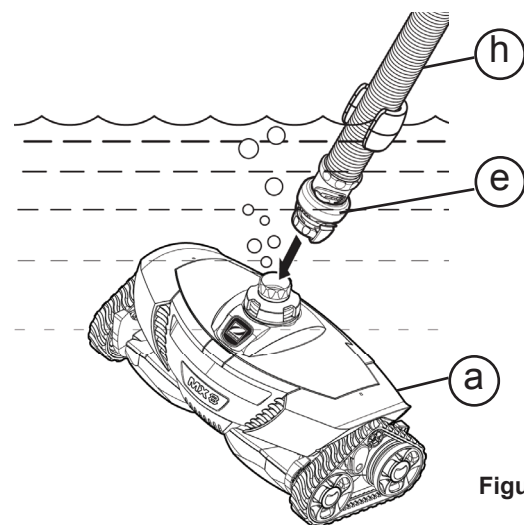

Figura 7
4. Conecte la manguera al cabezal del limpiafondo empujando la válvula reguladora de caudal (e) hacia el limpiafondo (figura 7).